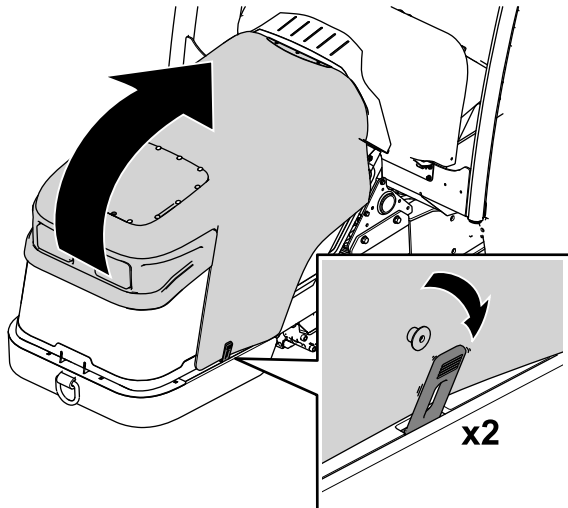

Bild 68
1. Lösen Sie die Gurte von beiden Seiten der Maschine (Bild 68).
2. Öffnen Sie die Haube (Bild 68).